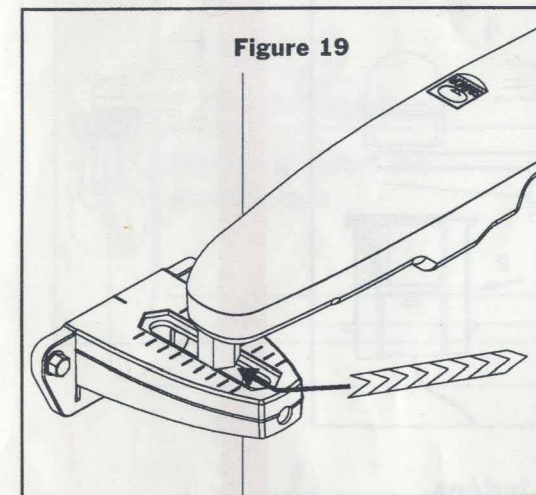

Figure 19
- Sans retirer la protection de l'autocollant, prendre une plaquette et la positionner entre le moteur et le dessus de l'équerre pilier par l'avant (figure 19).